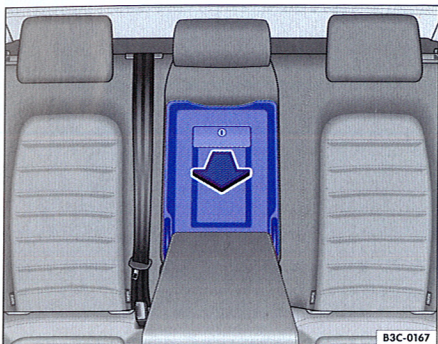

Fig. 72 În spătarul banchetei din spate: Deschiderea spațiului de încărcare
- Trageți tasta ⇒ fig. 72 și rabatați capacul spațiului, în jos.